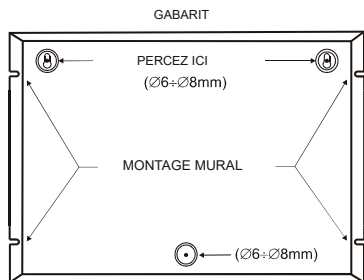

Figure 4.
- Utilisez le gabarit fourni pour déterminer les orifices d'ancrage au mur (voir la figure 4).